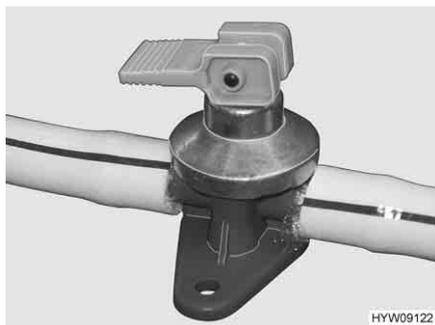
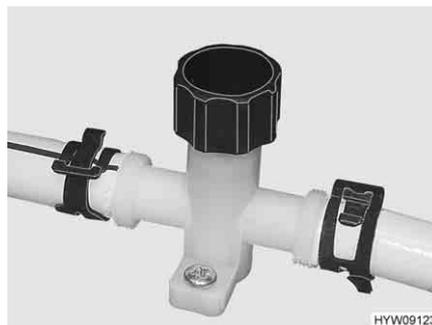

Bild 74 Avtappningskran med vipparm
Bild 75 Avtappningskran med vred
- Öppna alla avtappningskranar (Bild 74 resp. Bild 75).